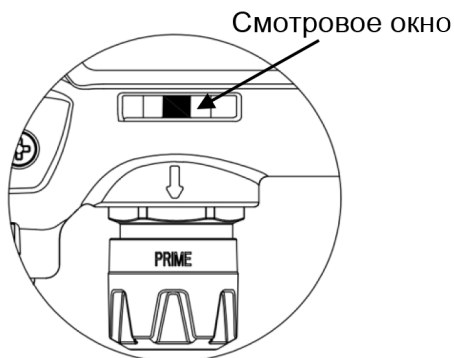

Рис. 31
6. Продолжайте промывку (при необходимости доливая раствор), пока жидкость в отводной трубке в смотровом окне, не станет прозрачной (рис. 31).